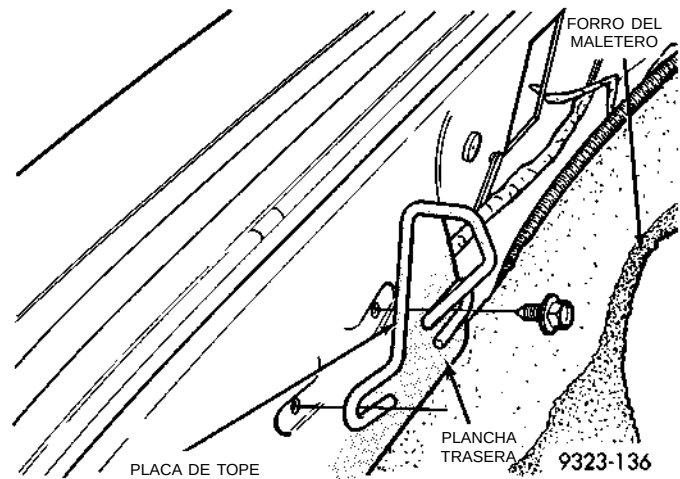

Fig. 75 Placa de tope del pestillo del maletero
- (1) Suelte el pestillo de la tapa del maletero y ábrala.
- (2) Retire los sujetadores de presión que fijan el forro del maletero a la plancha trasera.
- (3) Separe el forro del maletero de la plancha trasera.
- (4) Retire los pernos que sujetan la placa de tope del pestillo del maletero a la plancha trasera (Fig. 75).
- (5) Separe la placa de tope del vehículo.